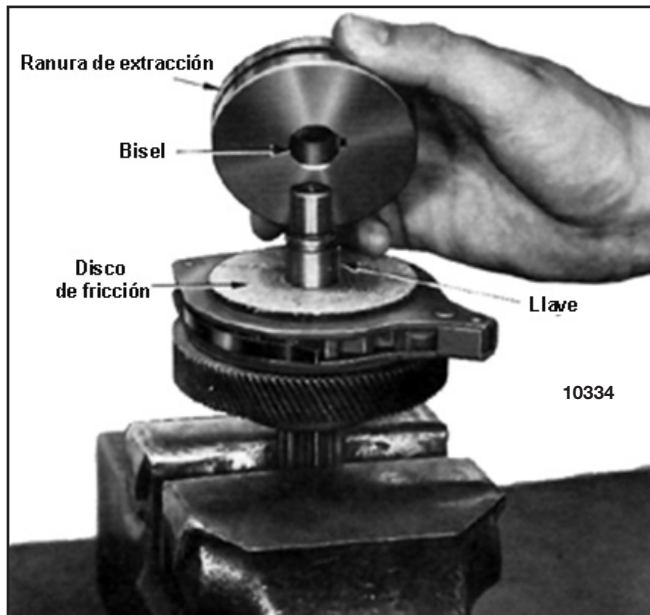

Figura 7-22. Vista que muestra la brida del freno de carga quitada
2. Con una herramienta de extracción, retire la brida del freno del eje. Con este fin, se provee una ranura alrededor del diámetro. Vea la figura 7-22. Retire la llave del eje y retire 2 discos de fricción y el montaje del trinquete y gatillo (fig. 7-23).
5. Al instalar la brida del freno, ubíquela con el bisel en dirección al disco de fricción; figura 7-22.